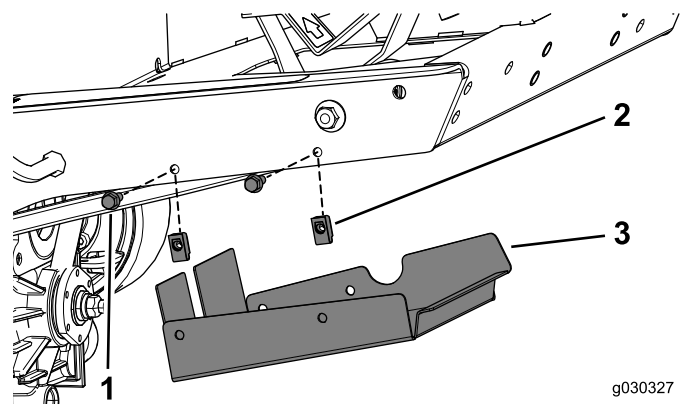

Figura 7
3. Monte temporalmente la cubierta del pedal con los 2 orificios perforados en el paso anterior, los 2 pernos (5/16" x 3/4") y 2 tuercas rápidas. (Figura 7).